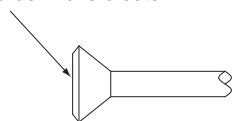

Fig. 14
- Lorsque vous effectuez un raccord évasé, enduisez la surface intérieure de fusée seulement avec de l'huile d'éther ou de l'huile d'ester. (Reportez-vous à la Fig. 14) Puis, tournez l'écrou évasé 3 ou 4 fois avec votre main et vissez dans l'écrou.